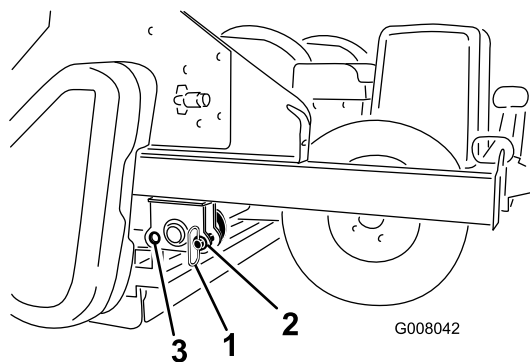

Figura 15
12. Rimuovete i perni di rimessaggio dalla posizione del foro anteriore ed inseriteli nella posizione del foro posteriore durante l'utilizzo (Figura 15).